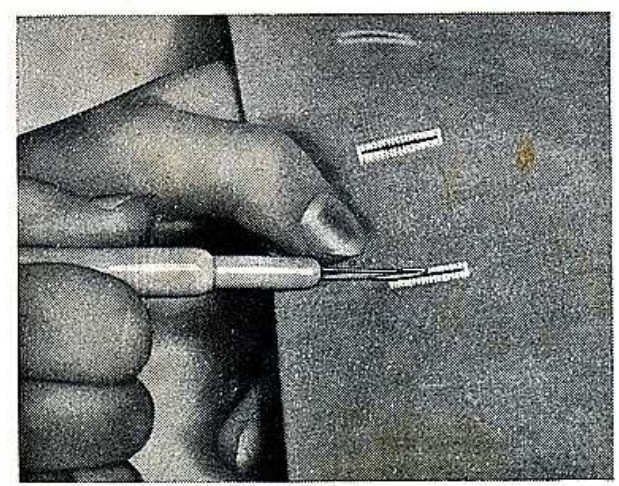

Abb. 27.
10. Das Knopfloch vorsichtig mit dem Knopflochmesser (S 15399 auf dem Umschlag), das im Werkzeugkasten liegt, aufschneiden. (Abb. 27.)